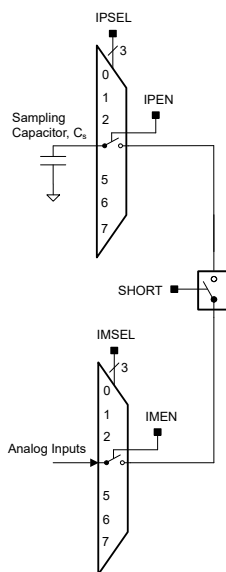

図 6-4. コンパレータ ショート スイッチ
図 6-4 に示すように、必要なサンプリング時間はサンプリング コンデンサ (CS) のサイズ、短いスイッチ (R-) と直列に接続された入力スイッチの抵抗、外部ソース (RS) の抵抗に比例します。サンプリング コンデンサ CS は 100pF より大きい必要があります。サンプリング コンデンサ CS を充電する時定数  $\tau$  は、式 2 で計算できます。